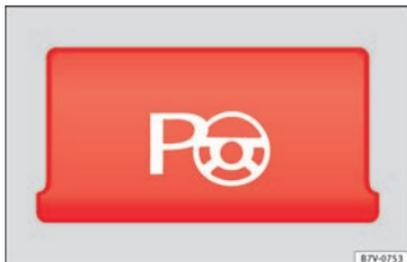

Abb. 212 Detail der Mittelkonsole: Taste zum manuellen Einschalten des Parklenkassistenten.
- **Beim Längsparken:** Taste  bei einer Geschwindigkeit bis zu 50 km/h (31 mph) **einmal** drücken. In der Taste leuchtet eine Kontrollleuchte, wenn die Funktion eingeschaltet ist »» **Abb. 212**.
- **Beim Querparken:** Taste  bei einer Geschwindigkeit bis 50 km/h (31 mph) **zweimal** drücken. In der Taste leuchtet eine Kontrollleuchte, wenn die Funktion eingeschaltet ist »» **Abb. 212**.
- Taste  drücken. In der Taste leuchtet eine Kontrollleuchte, wenn die Funktion eingeschaltet ist » **Abb. 212.**